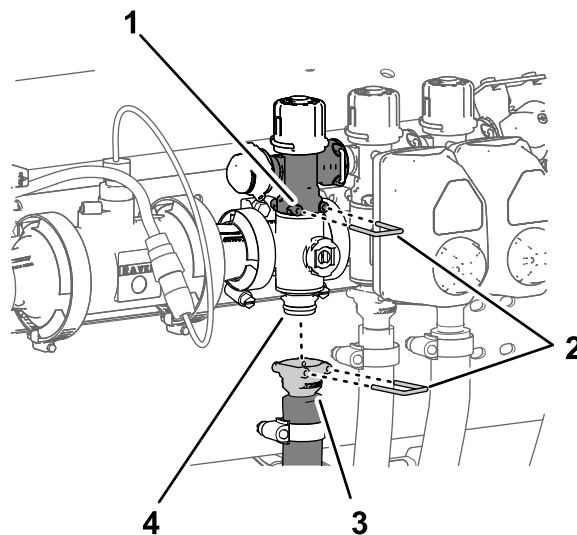

Рисунок 110
1. Снимите штифт быстрого разъема соединения, который крепит быстрый соединитель перепускного клапана секции к коллекторному клапану секции (Рисунок 110).
2. Снимите штифт быстрого разъема соединения, который крепит быстрый соединитель шланга подачи секции к коллектору быстрого разъема штуцера на коллекторном клапане секции (Рисунок 110).